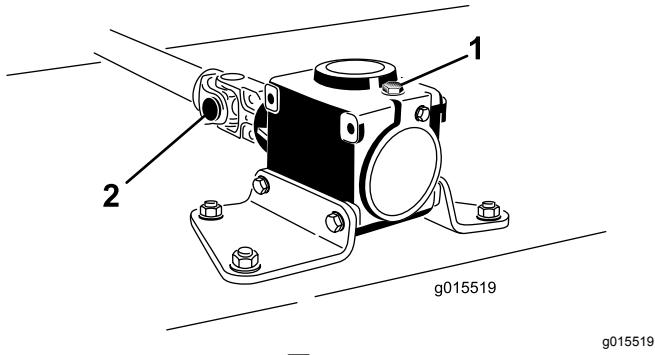

图3
• 从端轭和齿轮箱轴卸下滚销图3。保留滚销以备再次使用。
- 松开 2 个平头螺丝和锁紧螺母图3。